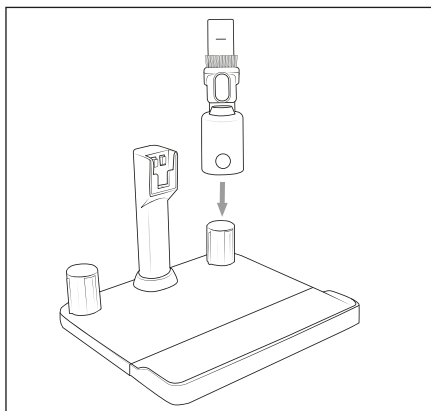

Fig. 13
- ◆ Tras finalizar el uso del aparato, pulse el interruptor de encendido/apagado ❺ para apagarlo. El panel indicador ❻ se apaga.
- ◆ En caso necesario, desmonte el cepillo combinado 2 en 1 ❶ del aparato y colóquelo en el soporte para accesorios ❿ para guardarlo (consulte la fig. 13).